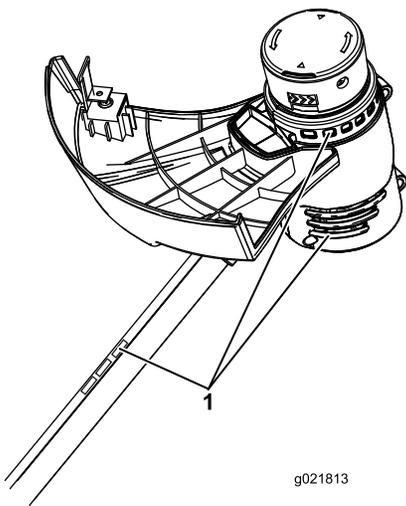

Figure 16
5. Enlevez à la brosse les débris accumulés sur les prises d'air du carter du moteur et sur l'arbre pour empêcher le moteur de surchauffer (Figure 16).